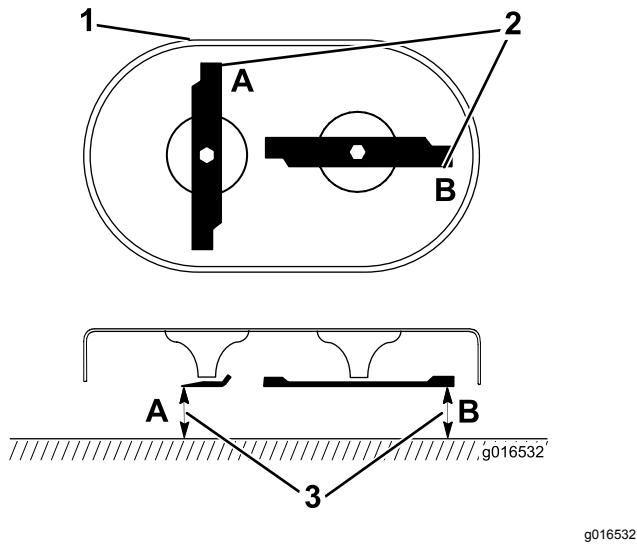

Bild 42
2. Messen Sie an den Stellen **A** und **B** von der ebenen Fläche zu den Schnittkanten (Bild 42) und notieren Sie beide Werte.
3. Drehen Sie die Messer so, dass die anderen Enden an den Stellen **A** und **B** sind (Bild 42).
1. Drehen Sie die Messer in die Stellung, die in Bild 42 abgebildet ist.